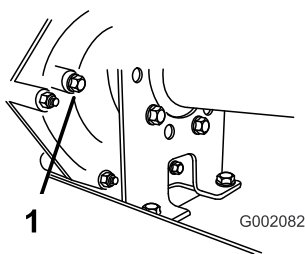

Figure 46
2. Enlevez le boulon de l'orifice de l'indicateur de niveau (Figure 46).